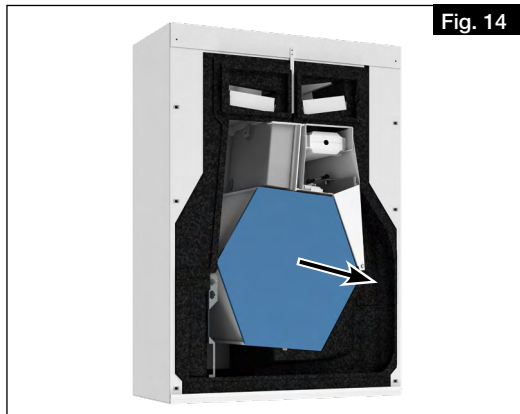

Fig. 14
2. Afin de réduire le poids de la centrale, retirer l'échangeur à contre-courant (voir Fig. 14).